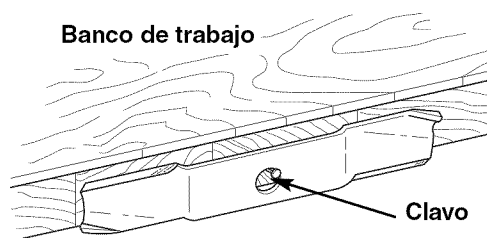

Figura 25. Equilibrar el Asa
6. Equilibre el asa como se muestra en la Figura 25. Centre el orificio del asa con un clavo lubricado con una gota de aceite. Un asa equilibrada permanecerá nivelada. Si el asa no está equilibrada, siga afilando el lado pesado hasta que esté equilibrada.